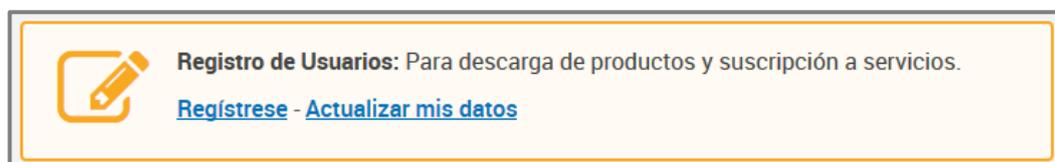

Figura 80: Acceso al formulario Nuevo Usuario para registrarse como usuario de Productos Satelitales.
Una vez que se haya ingresado, identificar el anuncio de registración, como muestra la **Figura 80**.
- Si el usuario interesado ya posee registración previa y habilitación para el uso de diversos productos satelitales, pero no incluye a los productos SAOCOM, deberá seleccionar la opción **Actualizar mis datos** (ver **Figura 80**) y tendrá acceso directo al Sistema de Registro de Usuarios.
- Si el usuario interesado no posee registración previa, seleccionando la opción **Regístrese** (ver **Figura 80**) tendrá acceso directo al formulario **Nuevo Usuario**, provisto por la Unidad Base de Datos y Comunicaciones. Una vez completado el formulario, el usuario tendrá la posibilidad de especificar el tipo de uso que le dará a los datos SAOCOM, manifestar su interés en recibir noticias a través de su correo electrónico, informarse y aceptar los Términos y Condiciones de uso de las imágenes y productos, como muestra la **Figura 82**. Luego, deberá seleccionar **SIGUIENTE>**.